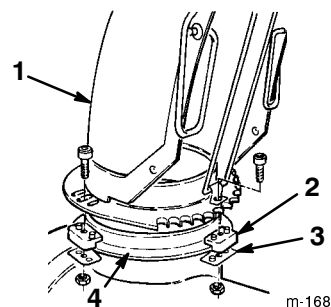

Figure 13
2. Placez l'éjecteur (ouverture vers l'avant) sur l'ouverture d'éjection de sorte que les dispositifs de retenue en plastique se trouvent sur la couronne (Fig. 13).
3. Serrez la vis et le contre-écrou de gauche pour positionner le dispositif de retenue en appui contre la plaque de retenue et pour fixer l'éjecteur à la couronne (Fig. 13).
4. Poussez les autres dispositifs de retenue vers l'éjecteur (fendu) et serrez les vis (Fig. 13).
5. Vérifiez que l'éjecteur pivote librement sur la couronne. S'il résiste, déplacez le dispositif de retenue droit vers l'extérieur (Fig. 13).